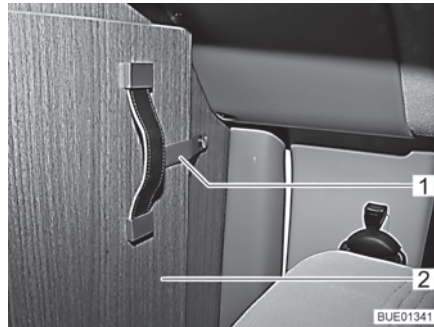

Fig. 51 Cinta de seguridad
- Soltar la cinta de seguridad (Fig. 51,1) de la parte plegable de la separación de la cabina del conductor (Fig. 51,2).